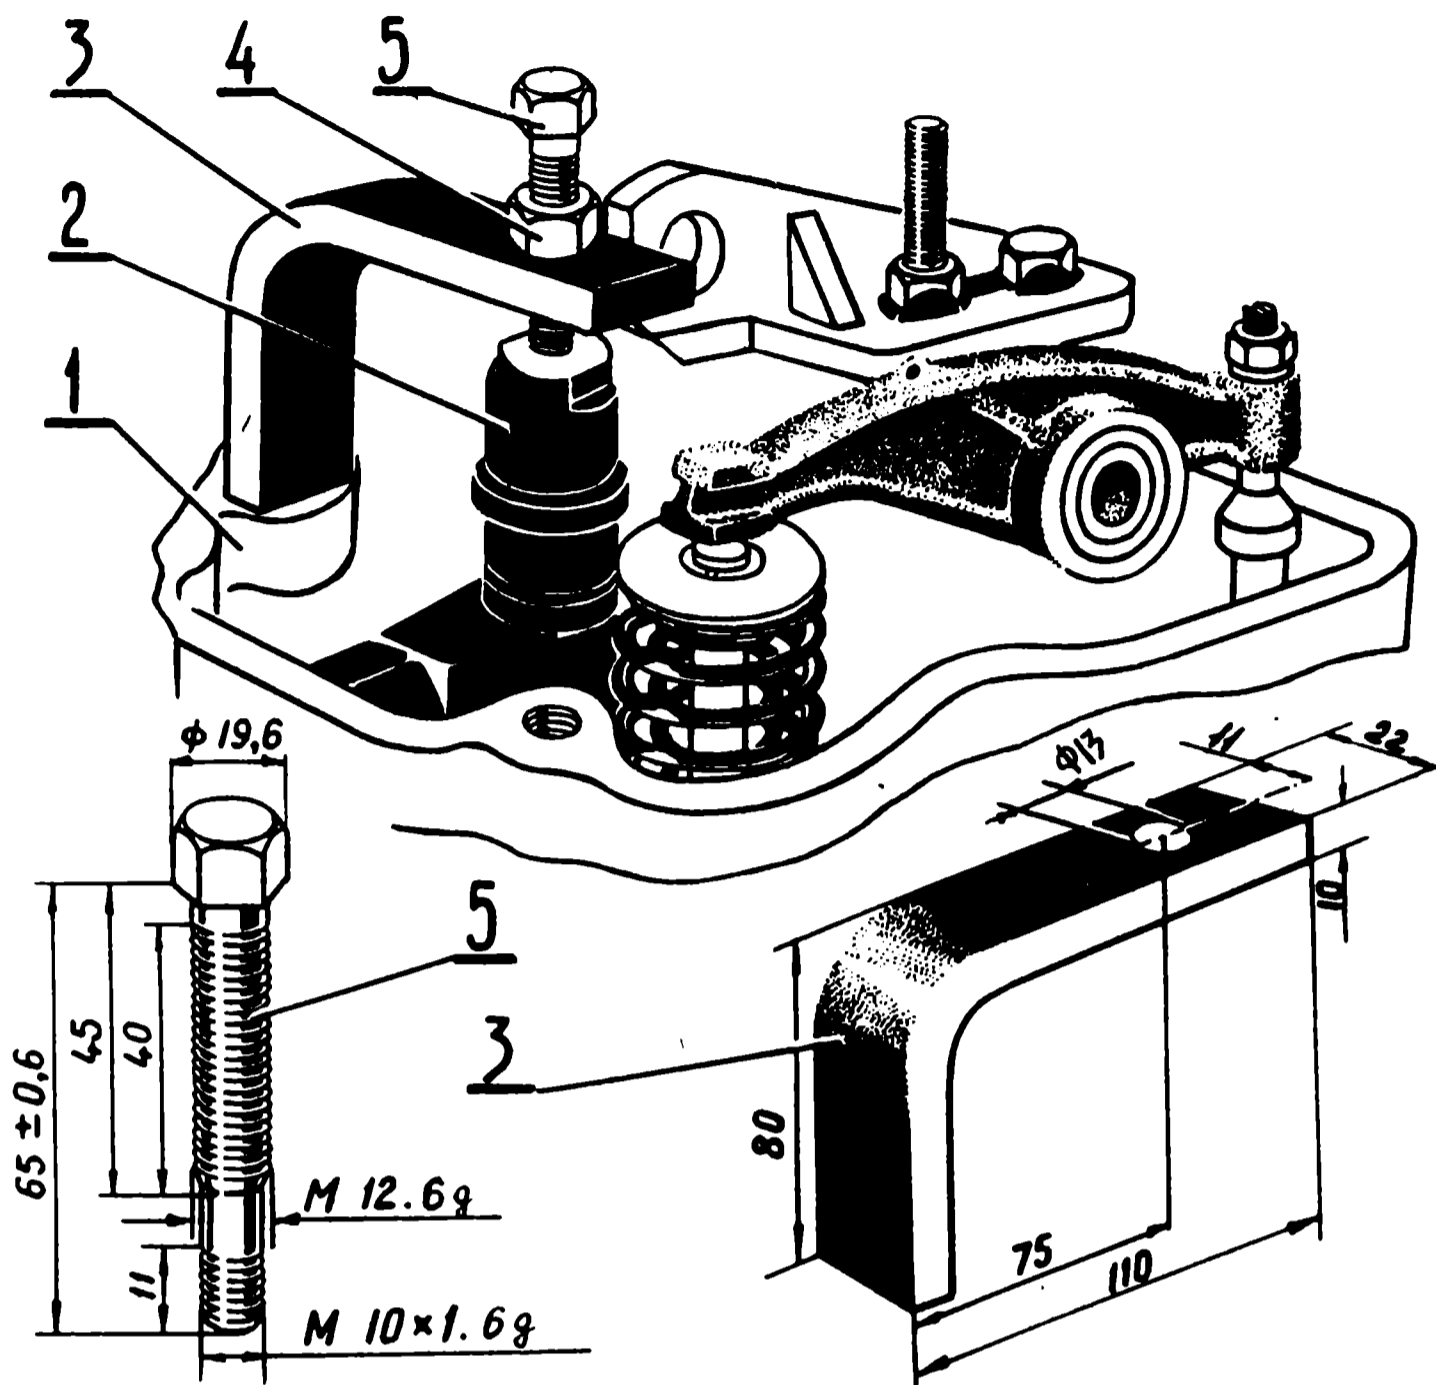

Рис. 76. Приспособление для съема форсунок:
- отверните гайки скоб крепления форсунок и снимите форсунки. В случае затруднительного снятия форсунок используйте приспособление для съема форсунок (рис. 76). При отворачивании штуцера топливопровода высокого давления придерживайте вторым ключом штуцер форсунки;